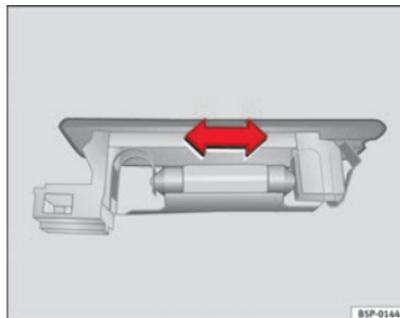

Fig. 172 Éclairage du coffre à bagages
- Appuyez sur l'ampoule latéralement et retirez-la du logement ⇒ fig. 172. ■